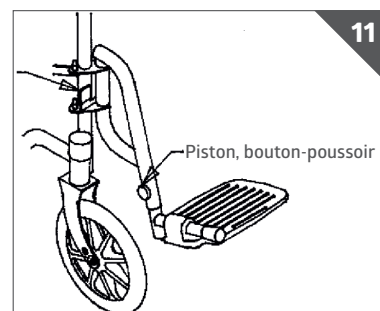

Fig. 11
1. Desserrer le piston en tirant sur celui-ci (Fig. 11).